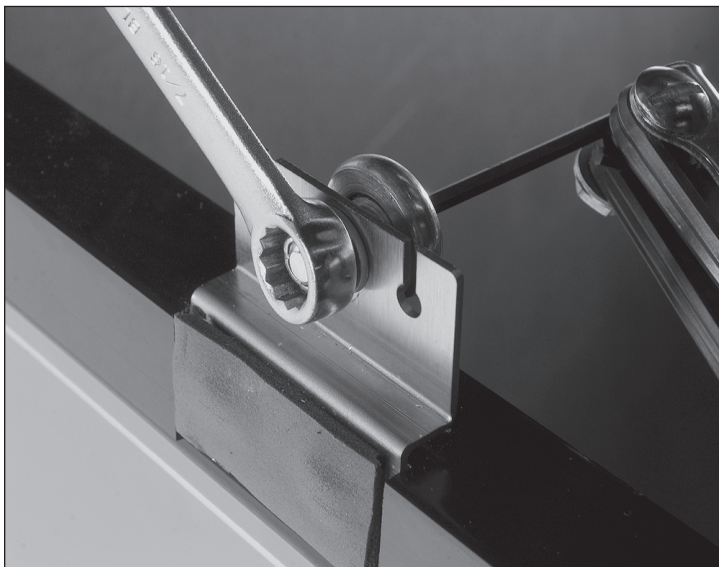

Fig. 1. Réglez le rouleau.
2. À l'aide d'une clé de 7/16" ou d'une clé à molette et d'une clé Allen de 1/8", desserrez le galet et déplacez-le le long du trou oblong. Une fois le réglage effectué, serrez le rouleau en place. Voir fig. 1.